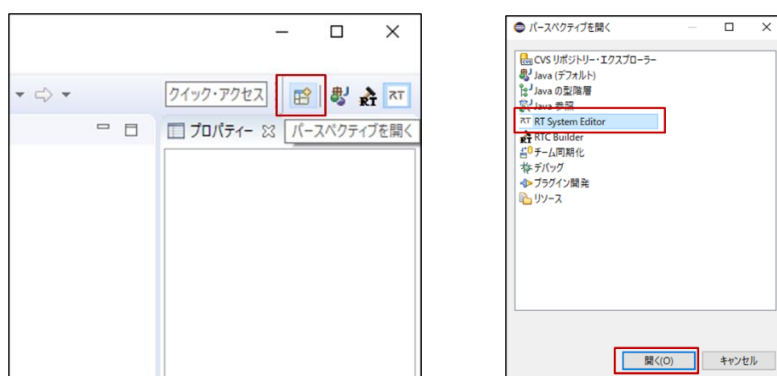

図 16 RT システムエディターを開く
- ① 「Start Naming Service」を起動する。
- ② OpenRTP を起動する。
- ③ 画面右上の「パースペクティブを開く」を選択。表示されるダイアログで「RT System Editor」を選択し、「開く」を選択 (図 16)。